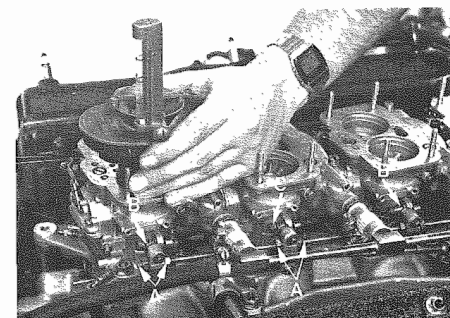

Fig. 16 - A - Dadi regolazione tirante
- 3) Allentare completamente i dadi di regolazione tirante comando farfalle A (Fig. 16). Controllare che il tirante scorra liberamente sulle leve.
- 4) Allentare le viti di registro farfalle B. Portare a contatto con la leva e serrare di un giro solo la vite registro 3° carburatore C (Fig. 16).
- 3) Completely slacken throttle A control rod adjustment nuts (Fig. 16). Verify that the rod is moving freely on the levers.
- 4) Loosen throttle B adjustment screws. Bring to contact with the lever and lock 3rd carburettor C adjusting screw of one turn only (Fig. 16).